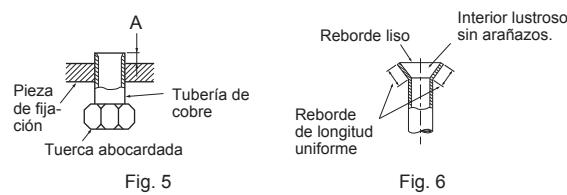

Fig. 4
- 4) Labores de abocardamiento (Fig. 4, 5). Sujete firmemente el tubo de cobre de la dimensión que se muestra en la tabla. Seleccione A pulgadas (mm) en la tabla según la herramienta que emplee.